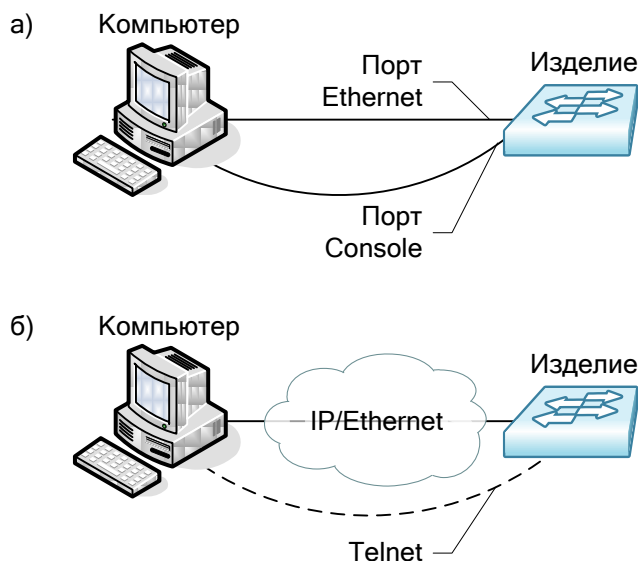

Рис. 5. Примеры подключения изделия для сохранения и загрузки конфигурации или обновления программного обеспечения
2. Подключите один из портов изделия к сети. Примеры подключения показаны на Рис. 5.
2. Подключите один из портов устройства к сети. Примеры подключения показаны на Рис. 5.
1. Подключите компьютер, содержащий архив программного обеспечения, к коммутатору как показано на Рис. 5.